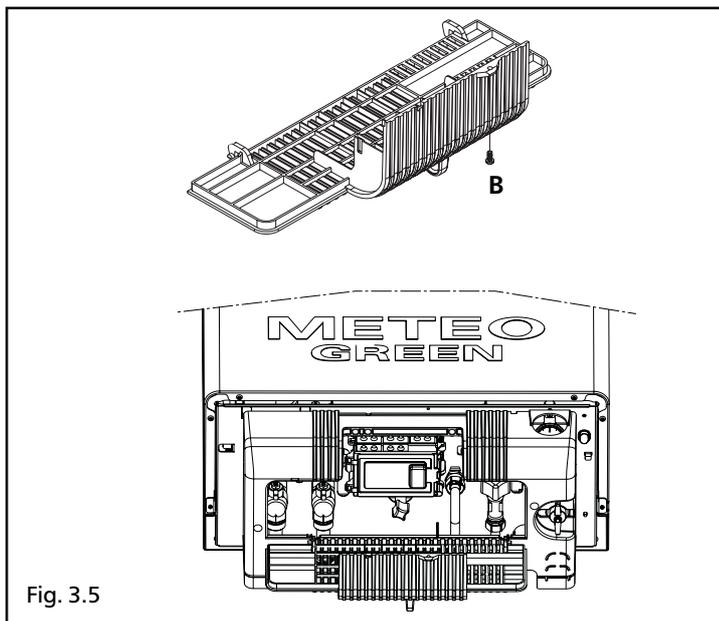

Fig. 3.5
- svitare la vite **B** di fissaggio dello sportello della copertura raccordi (fig. 3.5)